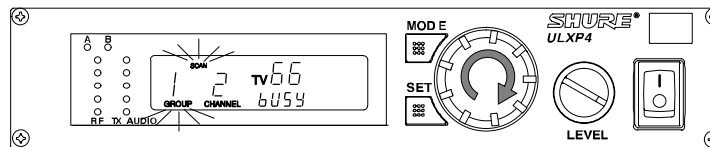

FIGURA 38
2. Para comenzar a explorar, gire la perilla de control un cuarto de vuelta en sentido horario, tal como se ilustra en la Figura 38. El receptor automáticamente comenzará a explorar cada canal en todos los grupos. Esto puede tomar hasta dos minutos, y la palabra "bUSY" (ocupado) aparecerá en la pantalla.